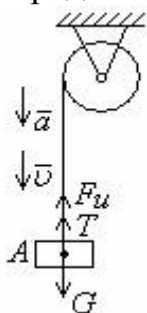

Рис.1
2. Груз массой 200 кг (рис.1) опускается равноускоренно с помощью невесомого троса, перекинутого через блок, и в первые 5 с проходит 10 м . Определить силу натяжения троса.